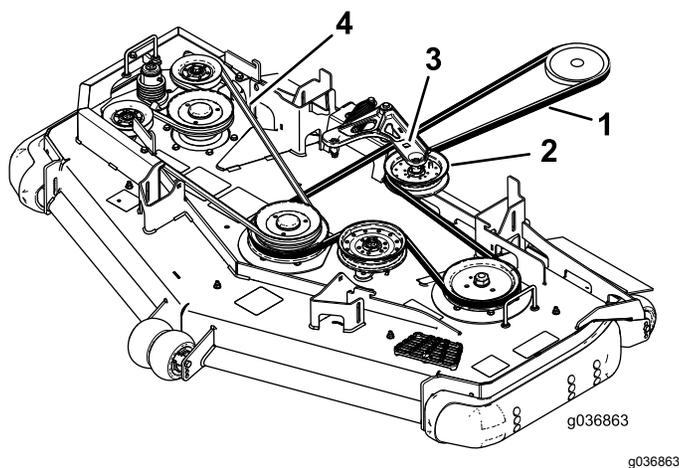

Figure 90
6. Insérez un rochet dans le trou carré du bras de tension pour détendre le ressort de la poulie de tension (Figure 90).
8. Acheminez la courroie neuve autour des poulies du tablier de coupe et de la poulie d'embrayage, sous le moteur (Figure 90).
9. Insérez le rochet dans le trou carré et chaussez la courroie sur la poulie de tension à ressort (Figure 90).